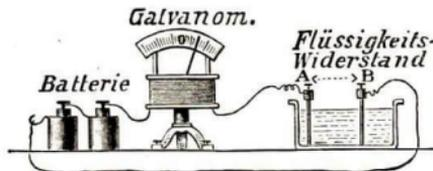

Abb. 368. Flüssigkeitswiderstand
3. Auch Flüssigkeitssäulen bieten dem elektrischen Strom einen Widerstand dar (Abb. 368).